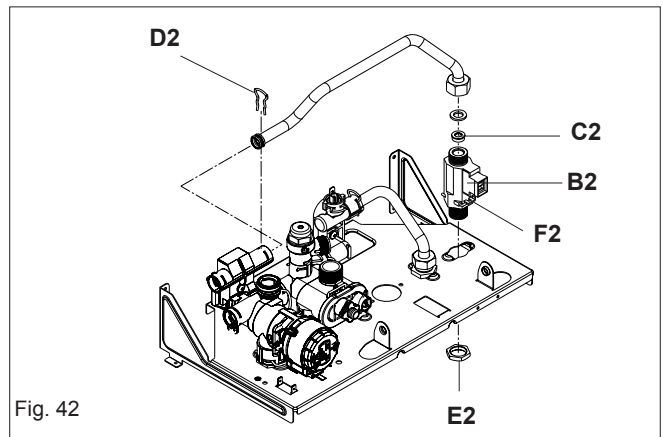

Fig. 42
6.20.1 DHW FLOW RESTRICTOR (fig. 42)
6.20.2 DHW FLOW SWITCH (fig. 42)